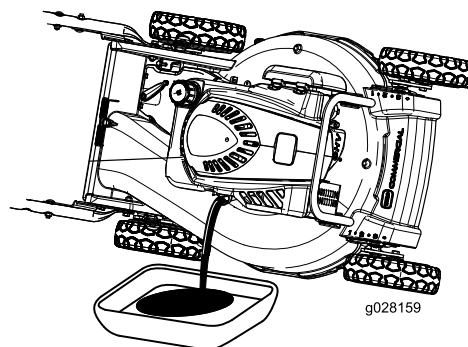

Figure 20
3. Inclinez la machine sur le côté (jauge en bas) pour vidanger l'huile usagée par le goulot de remplissage (Figure 20).